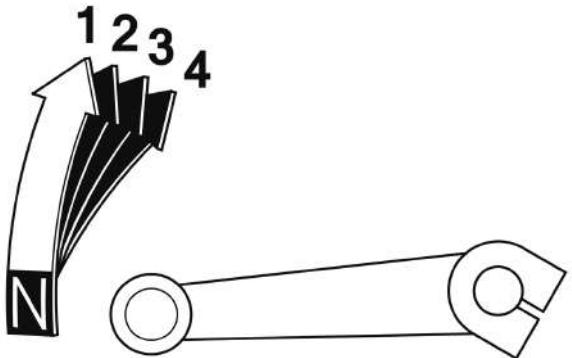

Рисунок 3.4. Положение рычага передачи
3. Включите нейтральную передачу (рис. 3.4).
1. Включите нейтральную передачу (рис. 3.4).
Питбайк имеет четыре передачи (рис.3.4), либо автоматическую трансмиссию. Рычаг переключения передач находится на левой стороне двигателя. Нейтральная передача включается вниз, остальные наверх. Пожалуйста, проверьте этикетку на двигателе для определения правильного порядка переключения передач.
3. Поднимите рычаг переключения передач вверх (рис. 3.4) в положение первой передачи.
5. Набрав скорость, ручкой акселератора 7 закройте дроссельную заслонку, выжмите рычаг сцепления 3 и переместите рычаг переключения передач вверх (рис. 3.4) в положение второй передачи.
Для снижения скорости или остановки питбайка плавно нажмите на рычаг 4 (фото 2.3) и педаль тормоза 13 (фото 2.2), одновременно снижая обороты двигателя ручкой акселератора 7 (фото 2.3) и последовательно переходя на пониженные передачи (рис. 3.4) для торможения двигателем.